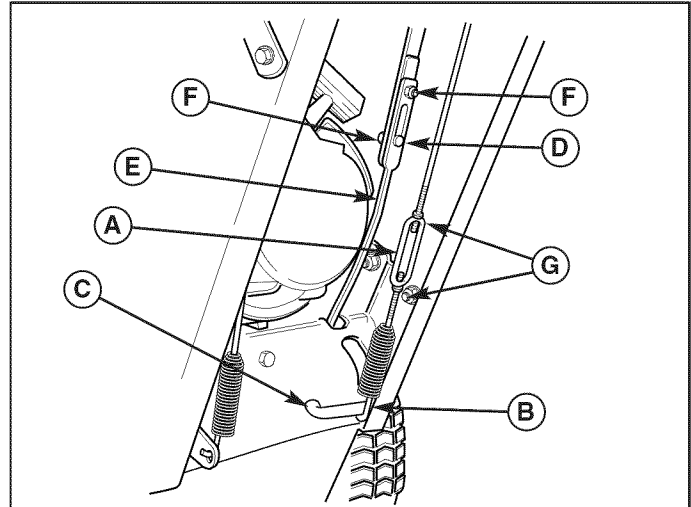

Figura 18. Tiranteria del cambio e del comando della coclea
1. Allentare i due dadi (C, Figura 18).
3. Spingere l'asta inferiore nell'alloggiamento e serrare i due dadi. Non sollevare o abbassare le aste nel corso del serraggio. Controllare che gli spallamenti dei dadi a testa tonda (D) siano inseriti nelle scanalature.